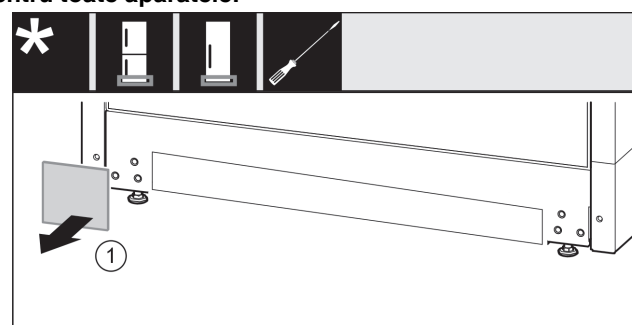

Fig. 23
- ▶ Detașați apărătoarea. Fig. 23 (1)